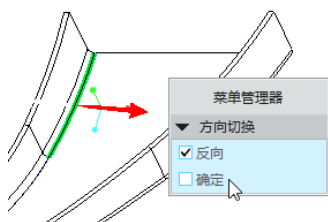

图 1-241 定义要保持固定状态的折弯侧
(5) 定义要保持固定状态的折弯侧。在本例中从菜单管理器的“方向切换”菜单中勾选“反向”复选框，以定义要保持固定状态的折弯侧方向如图 1-241 所示，接着勾选“确定”复选框。